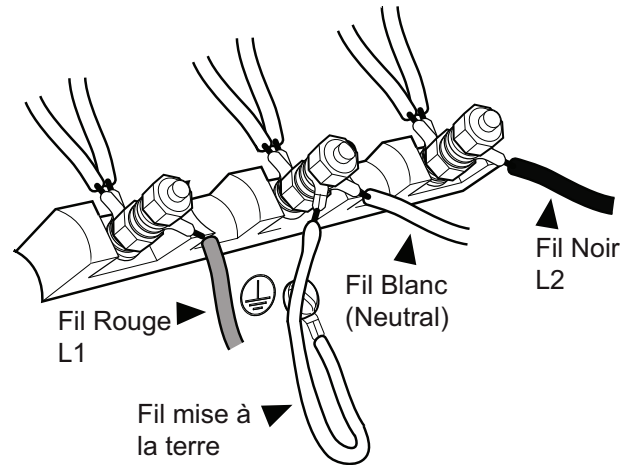

Figure 13 : Connexion à trois fils
4. Fixez le fil neutre mis à la terre du circuit d'alimentation au plot central (de couleur argent) du bloc de jonction (consultez la *Figure 13*).